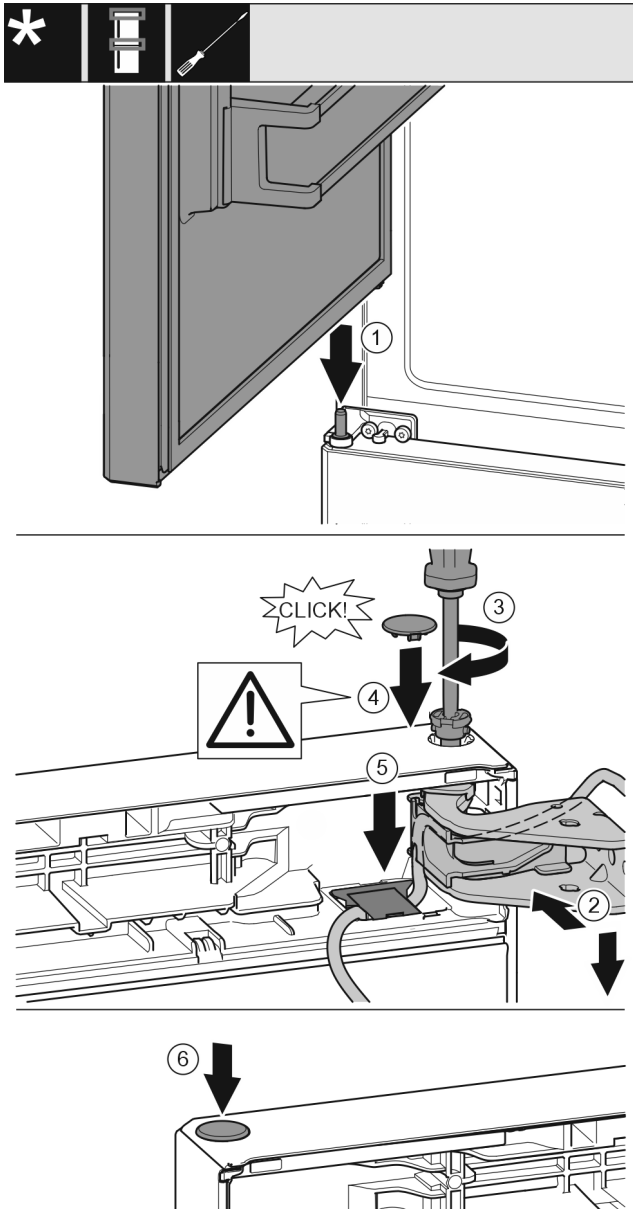

Fig. 40
- ▶ Встановлення верхніх дверцят на середній опорний палець Fig. 40 (1)
- ▶ Вирівняйте дверцят зверху по отвору в опорному кронштейні. Fig. 40 (2)
- ▶ Вставте палець та закрутіть за допомогою викрутки T15. Fig. 40 (3)
- ▶ Встановіть захисну кришку для захисту дверцят: вставте захисну кришку і проконтролюйте, щоб вона прилягала до дверцят. Якщо це не так, повністю вставте палець. Fig. 40 (4)
- ▶ Вставити кришку та натиснути донизу, поки вона не зафіксується. Fig. 40 (5)
- ▶ Вставте пробку. Fig. 40 (6)